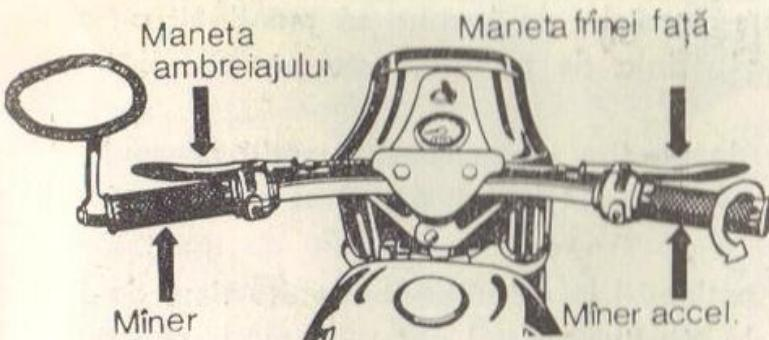

Fig. 6.
4. Mînerul accelerator se rotește complet în sensul invers celui indicat în fig. 6.
În timpul acționării pedalei de pornire nu accelerati; rotiți minerul accelerator pînă la refuz în sensul indicat în fig. 6 numai cînd constatați exces de benzină.
1. Motorul odată pornit, acționați maneta ambreiajului (fig. 6), apropiind-o de mîner și apoi apăsați cu vîrful piciorului pedala de schimbare a vitezelor (fig. 8) în sensul 1.
2. Rotind în mod progresiv mînerul accelerator ca în fig. 6, eliberați încet și continuu maneta ambreiajului pînă cînd motoreta se pune în mișcare.
3. După ce viteza a crescut la cca. 20 km/oră, pentru a schimba în treapta a II-a, rotiți mînerul accelerator în sens invers celui indicat în fig. 6, în același timp cu acționarea manetei ambreiajului și apoi acționați pedala pentru schimbarea vitezelor în sensul II.
1. Reduceți admisia motorului rotind mânerul accelerator în sens invers celui reprezentat în fig. 6.